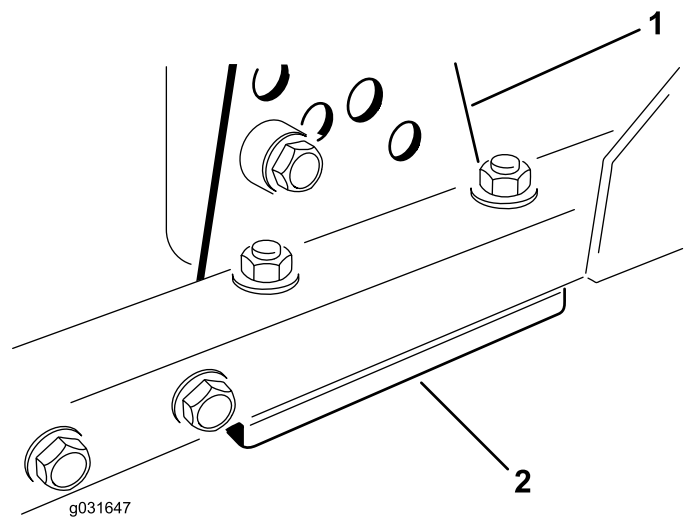

Figure 66
1. Retirez le support de hauteur de coupe (avant, gauche ou droit) du cadre de l'unité de coupe (Figure 66).
2. Placez des cales de 1,5 mm (0,06 po) et/ou une cale de 0,7 mm (0,03 po) entre le bâti et le support de l'unité de coupe pour obtenir la hauteur de coupe voulue (Figure 66).
3. Montez le support de hauteur de coupe sur le cadre de l'unité de coupe en plaçant les cales restantes sous le support (Figure 66).